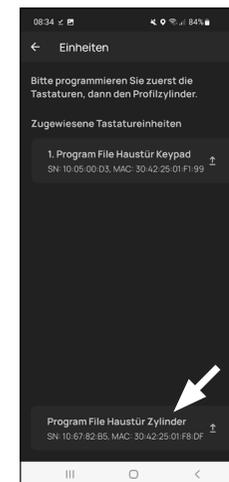

Fig. 10
- ⑩ Pour la transmission des données du cylindre, appuyez sur « Fichier de programmation <Nom cylindre> » (Dans cet exemple « cylindre porte d'entrée ») (Fig. 10).